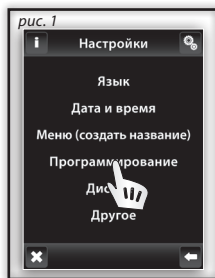
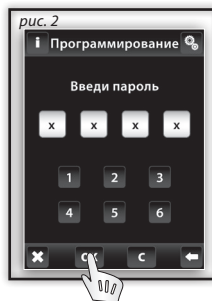
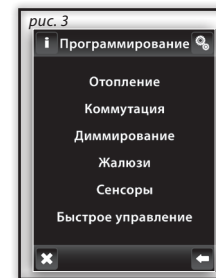

рис. 1
рис. 2
рис. 3
При первом подключении RF Touch к питанию, произойдет **Калибровка панели**. Панелью управляете легким нажатием, длиной прибл. 0.5-1с. На панели постепенно (рис. 1) появляется крестик (в каждом из углов), на который требуется нажать два раза. Таким образом пройдет калибровка панели. На экране появится логотип RF Touch и после этого ярлык  сканирования состояния запрограммированных приемников.
- время касанием в правом верхнем углу вы выбираете отображение: аналоговое - рис. 2 или цифровое - рис. 3)
Меню (создать название) для создания, корректировки или удаления названия управляемого приемника. В данном Меню (рис. 1) сначала создаете собственные названия приемников в определенных секциях.
Нажатием ярлыка **Добавить**  (рис. 2) отобразится подборка секций (рис. 3):
Нажатием на ярлык  **настройки** (рис. 1) развернется список, в котором Вы выберете секцию, в которой хотите изменить название (рис. 2). Нажатием выберете название (рис. 3) и с помощью отображенной клавиатуры проведете корректировку. Нажатием кнопки  проведете подтверждение нового названия.
В нужной группе (Отопление, Диммирование...) нажмем на ярлык **Добавить новый** (рис. 1). Отобразится список существующих приемников (рис. 2). Нажатием выберете название приемника, который вы хотите подключить к RF Touch. Наберите сетевой адрес подключаемого приемника (рис. 3) (сетевой номер найдете на лицевой стороне приемника). Подтвердите нажатием на ярлык **OK**. Из списка созданного Вами, выберете в меню название, под которым будет подключен приемник (рис. 4).
Предназначен для контроля и отключения названия от приемника из созданного Вами меню. В выбранной группе (рис. 1 - Отопление, Диммирование ...) нажмем на экран, выберете **подключенные приемники** (рис. 2), на экране появится список названий вложенных в данной группе (рис. 3). Нажмем на название, отобразится подключенный приемник (рис. 4).
Прим: Сигнализация батареи на диспее (рис. 1) дает информацию о низком заряде батареи какого-нибудь из элементов. После нажатия на иконку батареи отобразится название единицы. С помощью стрелок  переключаетесь между названием и адресом приемника (рис. 2-3).
Секция **Сенсоры** (рис. 1) предназначена для того, чтобы добавлять или убирать сенсоры OASIS.
Нажатием, задайте приказ **Добавить сенсор** (рис. 2). На экране отобразится список сенсоров. Нажатием выберите сенсор, который вы хотите соединить с приемником RF Touch (рис. 3).
Предназначено для удаления названия в меню **Сенсоры** (рис. 1).
В меню **Быстрое управление** (рис. 1) нажатием со списка выберете название группы, которой Вы хотите управлять (рис. 2).
Нажатием на приказ **Добавить новый** (рис. 3) отобразятся группы единиц (Коммутация, Диммирование и Жалюзи). Выберете секцию, в которую Вы хотите соединить с названием команды (рис. 4). На экране отобразится созданное меню с названиями приемников в нужной группе.